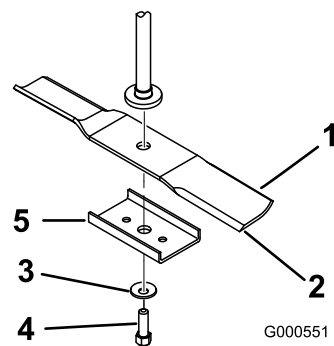
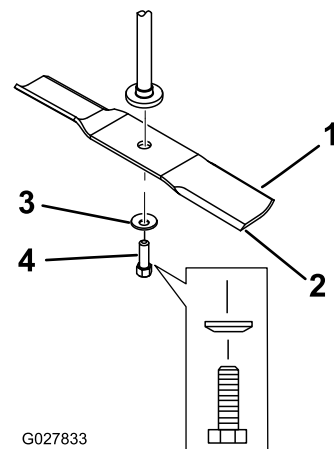

Figura 52
Figura 53
2. Retire o esticador da lâmina (apenas plataformas de 81 cm), o parafuso da lâmina, a anilha curva e lâmina do eixo (Figura 52 e Figura 53).
1. Instale lâmina no eixo (Figura 53).
2. Instale o esticador de lâmina (apenas plataformas de 81 cm), a anilha curva (lado oval virado para a lâmina) e o parafuso da lâmina (Figura 53).